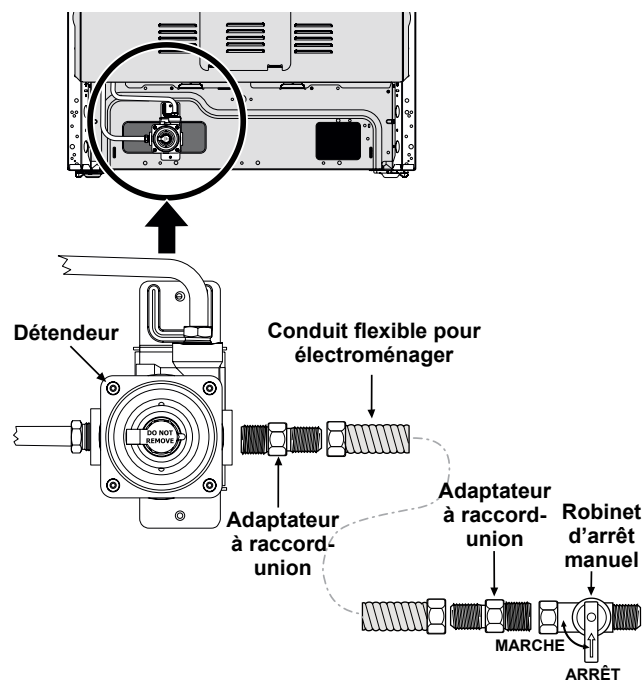

Fig. 8 - Branchement de l'alimentation
- a. Installez un robinet d'arrêt manuel externe sur la conduite d'alimentation en gaz dans un endroit accessible situé à l'extérieur de la cuisinière. Assurez-vous de connaître l'endroit où se trouve le robinet d'arrêt ainsi que la façon d'arrêter l'alimentation en gaz de la cuisinière (voir Fig. 8).
- b. Installez un adaptateur à raccord-union de 1,3 cm (1/2 po) sur le détendeur **sans serrer à plus de 15 pi/lb** (voir Fig. 8).
- d. Raccordez l'adaptateur de raccord-union au robinet d'arrêt manuel externe (voir Fig. 8).
- e. Fixez la conduite de l'appareil à l'adaptateur de raccord-union raccordé au robinet d'arrêt (voir Fig. 8).